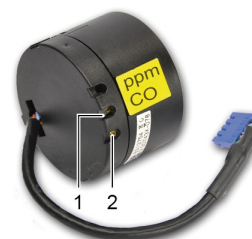

Figure 19
- Attendre la stabilisation du signal et régler le zéro en utilisant le potentiomètre ZERO situé sur le bloc cellule (Figure 19, rep 2). Le signal de sortie doit être de 0 mV.
- Ajuster la mesure affichée avec le potentiomètre (Figure 19, rep. 1).